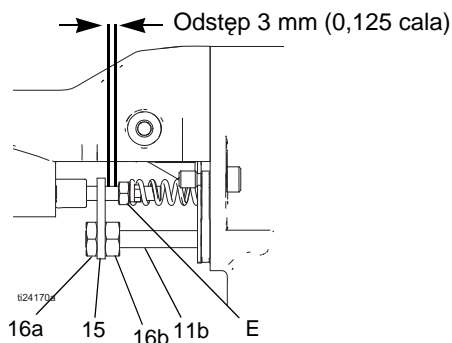

FIG. 34. Regulacja ramienia siłownika
2. Zdjąć osłonkę powietrzną, strona 39. Wymontować osłonę pistoletu (26).
3. Zdjąć przeciwnakrętkę (16a), ramię siłownika (15) oraz nakrętkę regulacji (16b). Patrz FIGURE 34.
4. Zdjąć nakrętkę tłoka (13) oraz sprężynkę (12) znajdującą się z tyłu pistoletu.
5. Popchnąć pręt tłoka (11), aby wysunąć tłok z pistoletu.
Patrz FIGURE 34.
2. Zdjąć nakrętki regulacyjne (16a, 16b) i ramię siłownika (15). Patrz FIGURE 34.